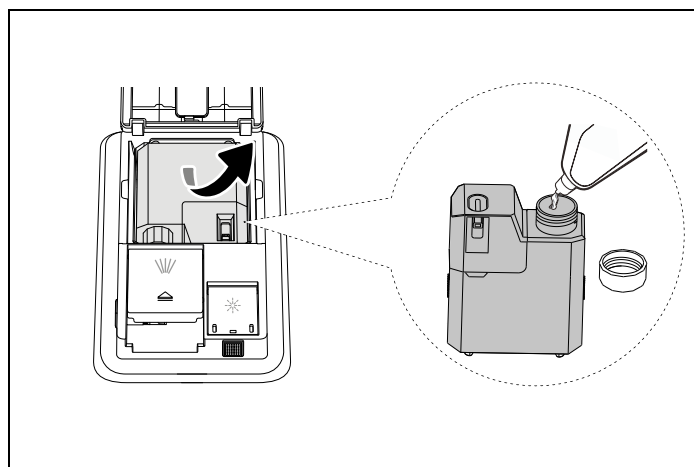

Fig. 68
- Tag den tomme flaske med flydende opvaskemiddel ud, og hæld flydende opvaskemiddel i den som Fig. 68 (Brug kun flydende opvaskemiddel til opvaskemaskinen).